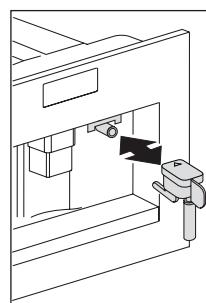

Рис. 13
- Убедитесь, что краник подачи воды на месте и подсоединен к носику (рис. 13).